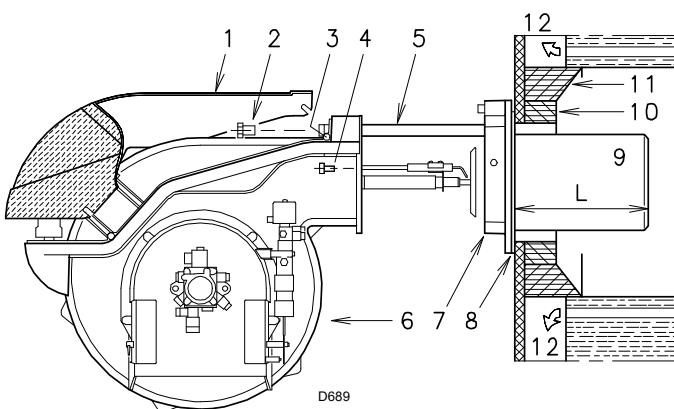

Fig. 7
### 5.4 Comprimento do tubo de fogo (Fig. 7)
Para as caldeiras com a frente refrigerada por água, não é necessário o revestimento refratário 10)-11)(Fig. 7), excepto se o fabricante da caldeira assim o indicar.
Uma vez efectuada esta operação, fixar a flange 7)(Fig. 7) à placa da caldeira, intercalando a junta 8) fornecida. Usar os 4 parafusos fornecidos, depois de haver protegido a rosca com um produto antibloqueio (massa para altas temperaturas, compounds, grafite).
- Abrir o queimador sobre as guias como se indica (Fig. 7 Pág. 12).